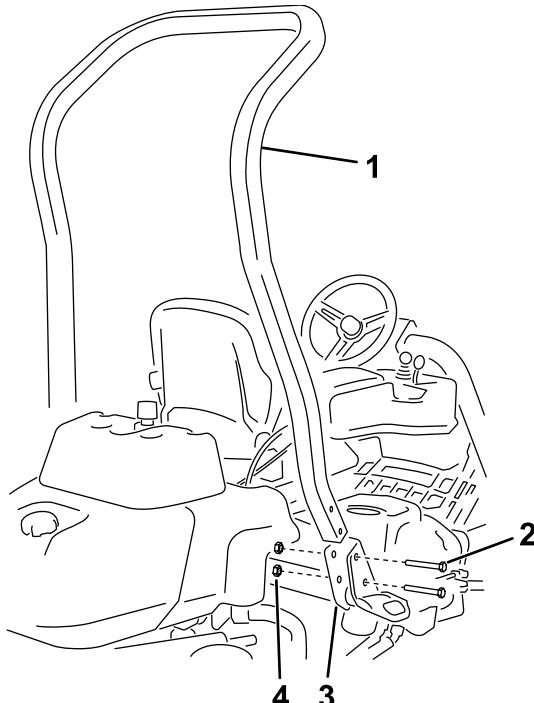

図 3
3. ROPS ブラケットに ROPS バーを取り付けるボルト $\frac{1}{2}'' \times 3\frac{3}{4}''$ 4本、フランジナット $\frac{1}{2}''$ 4 個を使って 図 3 のように取り付ける。